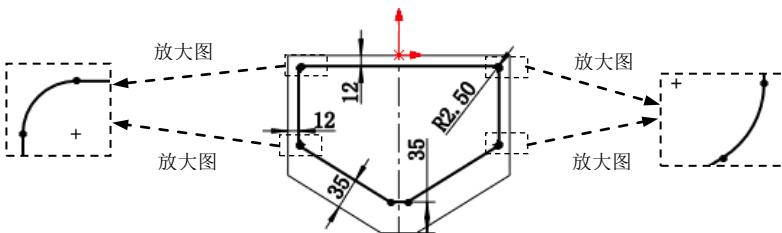

图 2.6 横断面草图
② 定义横断面草图。在草图环境中绘制图 2.6 所示的横断面草图。
(3) 定义切除深度属性。在“切除—拉伸”对话框 **方向1** 区域的  下拉列表中选择 **给定深度** 选项，选中 与厚度相等(L) 复选框与 正交切除(N) 复选框。其他选择默认设置值。
(4) 单击  按钮，完成切除—拉伸 1 的创建。